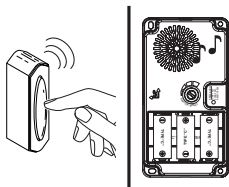

Figura 4
4. **Pruebe el alcance.** Ponga provisionalmente la campana y el pulsador en la posición donde los quiera instalar. Presione el pulsador para verificar que la campana y el pulsador funcionen apropiadamente (vea la Figura 4). Si la campana no suena, vea *Análisis de Averías*.